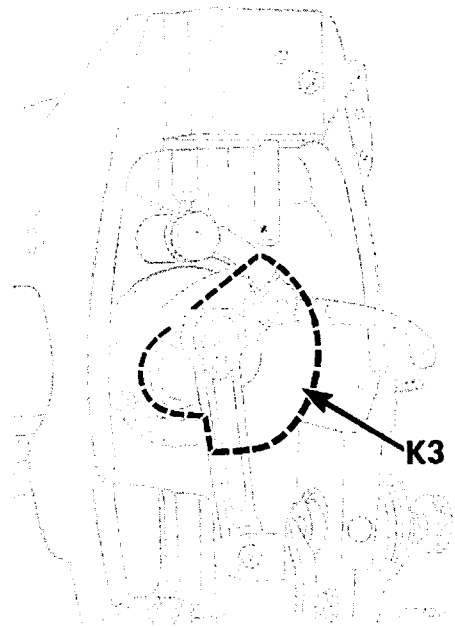
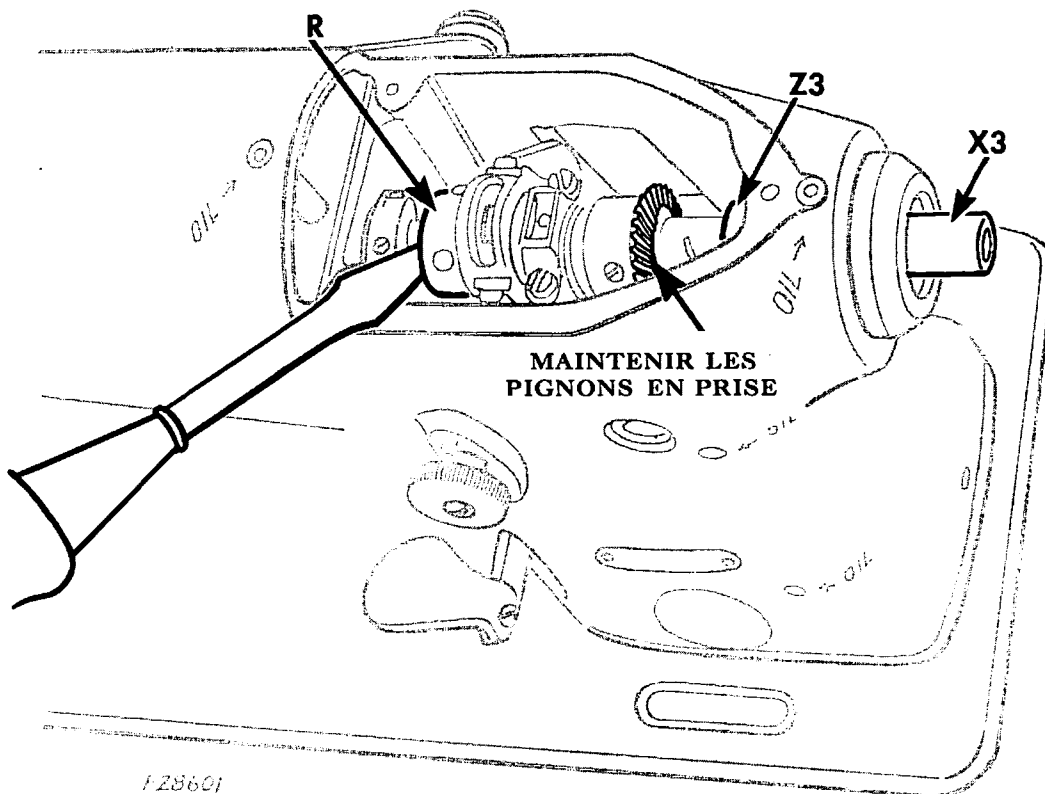
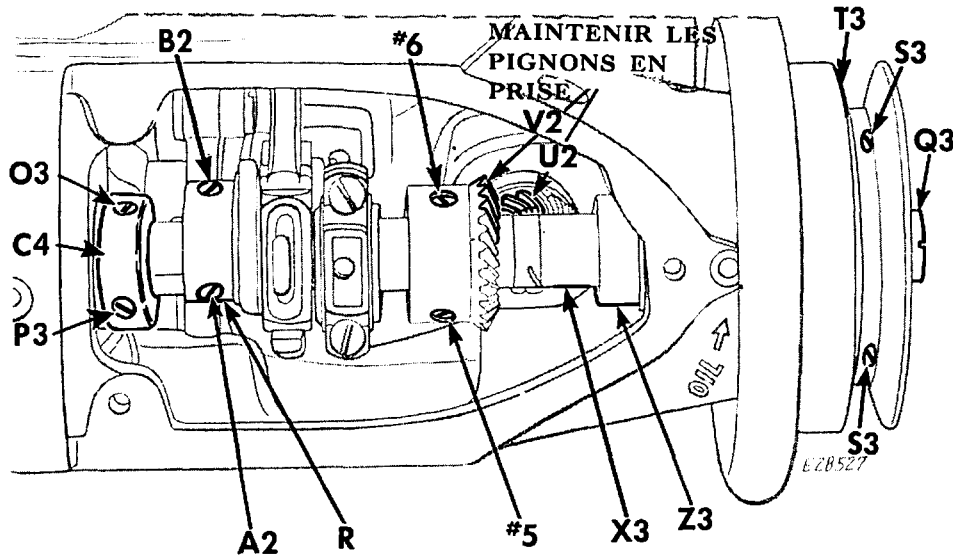

Fig. 60. Position de la manivelle de barre à aiguille pendant le démontage de l'arbre
Fig. 61. Démontage de l'arbre du bras
Fig. 62. Remontage de l'arbre du bras
11. Tourner la manivelle K3, Fig. 60. Page 38, de barre à aiguille, pour l'amener dans une position où elle ne dérangera pas les tubes des mèches de graissage de la tête de machine, comme illustré Fig. 60.
12. Tout en maintenant la position de la manivelle de barre à aiguille, telle qu'elle est illustrée Fig. 60, garder les pignons en prise en tenant la lame d'un grand tournevis contre l'excentrique R, comme illustré Fig. 61. Pousser ensuite l'extrémité de l'arbre X3, Fig. 61, du bras, à travers la douille Z3, Fig. 61.
13. Au moyen d'un autre arbre (ou d'un chasse-goupille de même diamètre que l'arbre de ces machines), pousser l'arbre X3, Fig. 61, du bras, plus avant dans l'intérieur de la machine (en maintenant toujours les pignons d'angle supérieurs en prise). L'arbre provisoire doit être introduit suffisamment loin dans la machine pour MAINTENIR LE MECANISME COMPLET DE PIGNONS ET D'EXCENTRIQUE D'ENTRAINEMENT EN POSITION tant que l'arbre neuf n'est pas installé.
14. Saisir fermement l'arbre du bras par son extrémité côté manivelle de barre à aiguille, K3, Fig. 60, et le sortir directement de la machine.
1. Introduire l'extrémité de l'arbre du bras X3, Fig. 62 côté volant de machine dans la douille de l'arbre côté barre à aiguille de la machine.
2. S'assurer que la manivelle de barre à aiguille est en position, comme illustré Fig. 60, Page 38, les tubes de mèches de graissage dégagés.
3. Tout en maintenant les pignons d'angle supérieurs U2 et V2 en prise au moyen d'un tournevis, comme illustré Fig. 61, pousser directement l'arbre X3 du bras, dans le bras, (au travers du collier C4, Fig. 62, sur les Machines 196K205), dans l'excentrique d'entraînement R et le pignon d'angle V2. (Il suffira parfois de frapper légèrement de la paume de la main sur l'extrémité côté manivelle de barre à aiguille pour faire pénétrer l'arbre complètement).
4. Remettre le volant de machine T3 de manière à en placer les deux vis d'arrêt S3, Fig. 62, sur les deux rainures de l'arbre du bras.
10. Remettre la vis A2 de réglage de mouvement d'entraînement, de l'excentrique R, Fig. 62, de manière à la placer sur le repère de réglage gravé sur l'arbre du bras. Resserrer la vis A2, puis la vis B2, Fig. 62.